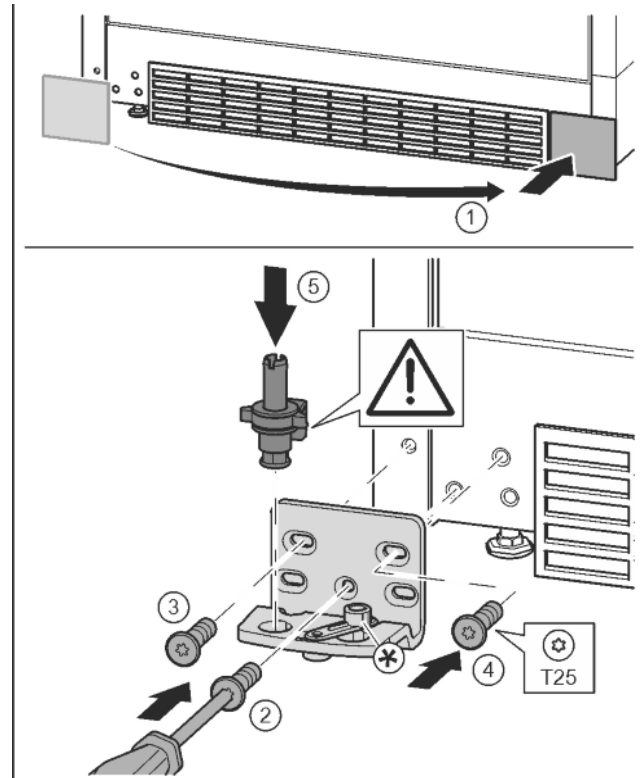

Fig. 16
- ▶ Abdeckung abnehmen und auf der anderen Seite anbringen. *Fig. 16 (1)*
- ▶ Lagerbock auf der anderen Seite ansetzen und mit Hilfe eines Schraubendrehers T25 anschrauben. Mit Schraube 2 unten in der Mitte beginnen. *Fig. 16 (2)*
- ▶ Schraube 3 und 4 festschrauben. *Fig. 16 (3, 4)*
- ▶ Lagerbolzen komplett einsetzen. Dabei darauf achten, dass der Rastnocken nach hinten zeigt. *Fig. 16 (5)*